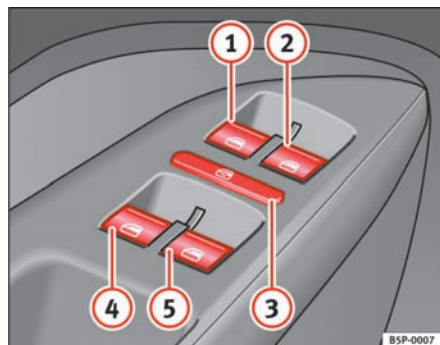

Fig. 70 Udsnit af førerdøren: Betjeningsselementer til ruderne foran og bagi
Kontakterne ⇒ side 102, fig. 70 ① og ② har to trin til åbning og to til lukning af ruden. Derved bliver det lettere at kontrollere åbningen og lukningen.